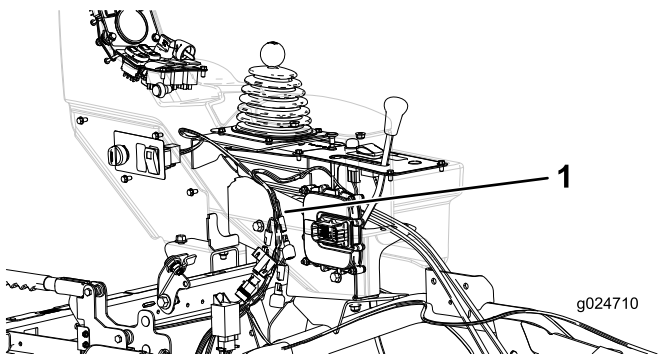

図 26
2. ワイヤハーネスをサイドコンソールに敷設する 図 26。